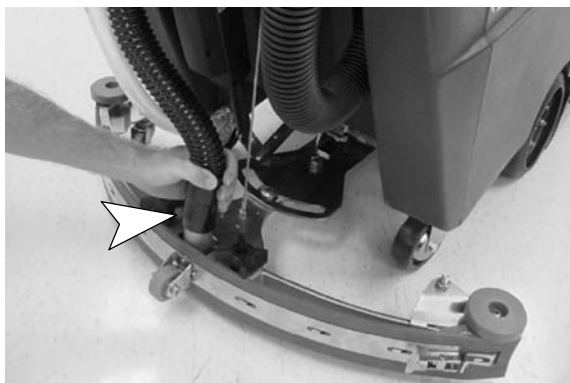

FIG. 5
5. Branchez le tuyau d'aspiration de la machine au bloc racloir (Figure 5).